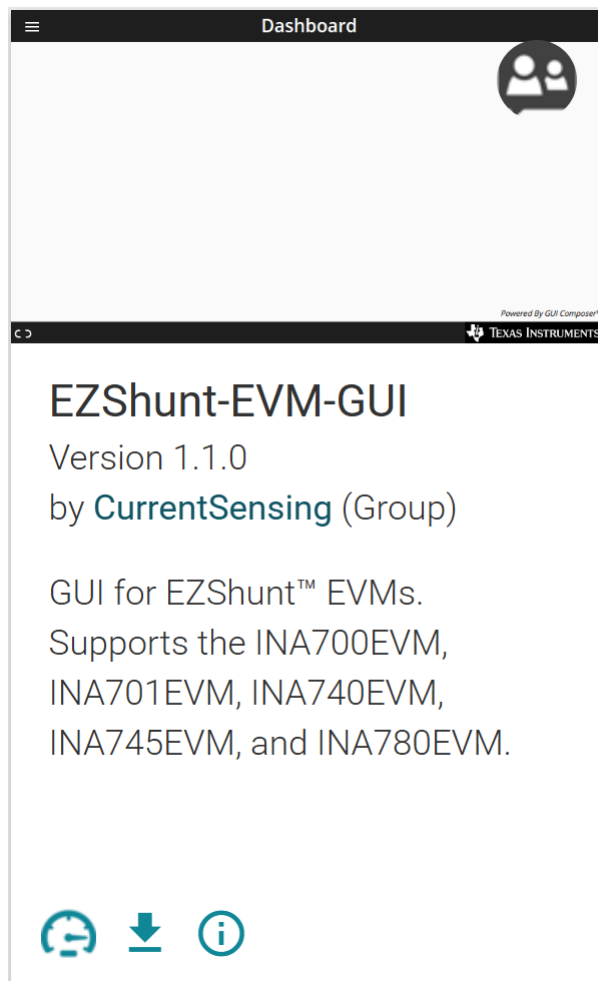

图 3-2. GUI Composer 应用程序
3. 点击 *GUI Composer* 应用程序，以从网络浏览器启动 GUI (请参阅图 3-2)。
4. （可选）要下载 GUI 以供离线使用，请点击 *GUI Composer* 应用程序中的  图标，然后按照提示操作（请参阅图 3-2）。